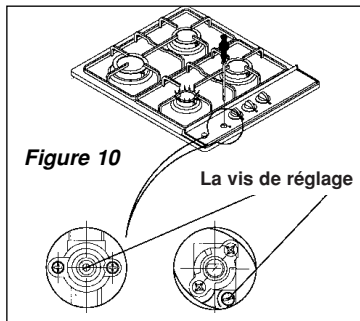

Figure 10
4. A l'aide d'un petit tournevis, vissez ou dévissez la vis de réglage (fig. 10) jusqu'à ce que la flamme du brûleur soit réglée au minimum.